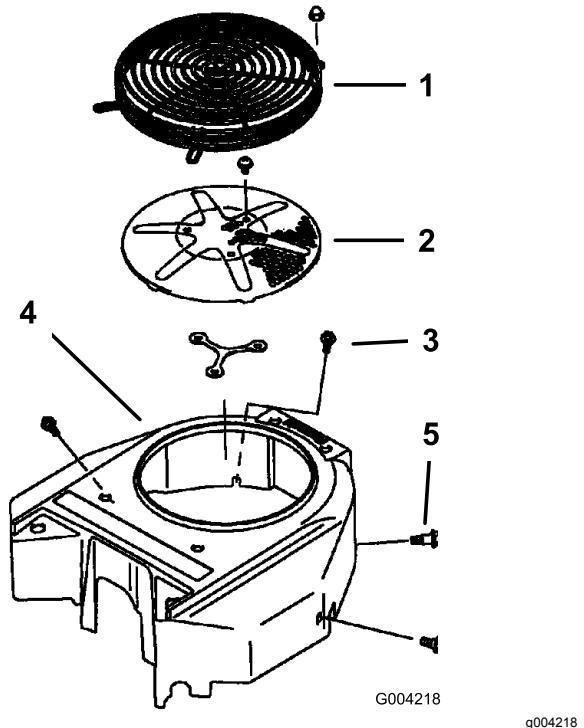

Figure 73
3. Déposez la grille d'entrée d'air, le lanceur et le carter du ventilateur (Figure 73).
5. Remettez la grille d'entrée d'air, le lanceur et le carter du ventilateur (Figure 73).